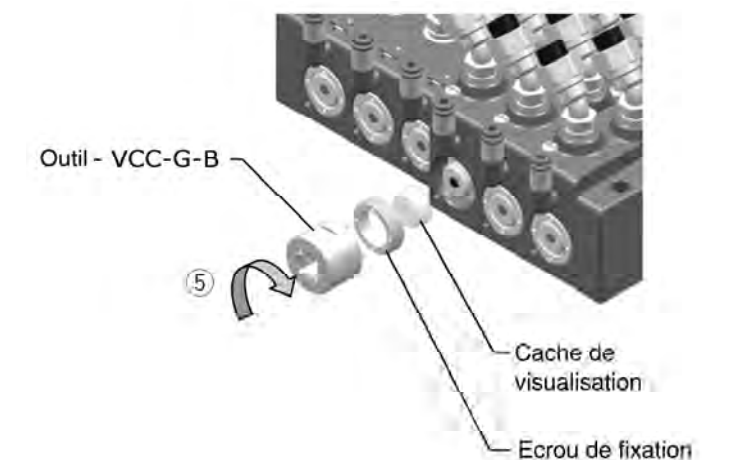

Figure 7
- Vérifiez que le cache de visualisation est monté et fixez l'écrou de montage en utilisant l'outil VCC-G-B ⑤. Voir Figure 7.